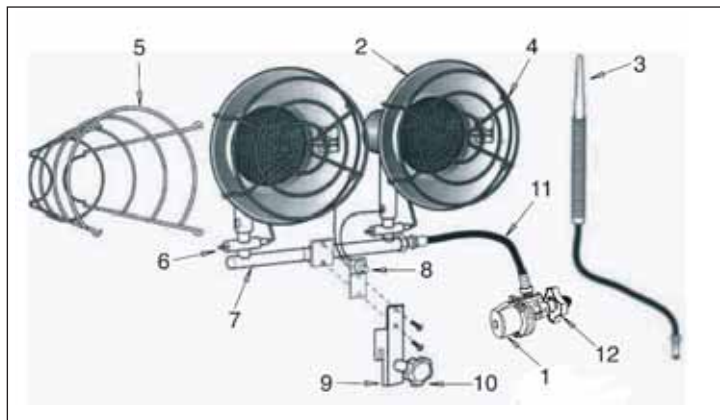

рис.1. Названия частей нагревателя
2.1. Нагреватель (рис.1.) состоит из регулятора подачи газа (1), гибкого шланга (11), газопровода (7), автоматического клапана (6), термопары (3) и камеры сгорания (2). Подача газа в камеру сгорания контролируется регулятором (1), с помощью которого можно менять мощность нагревателя. Газ, поступающий по гибкому шлангу, проходит через автоматический клапан, далее, поднимаясь по газопроводу, смешивается с воздухом, поступающим через боковое отверстие в газопроводе, и образует топливную смесь. Топливная смесь сгорает в камере сгорания, вследствие чего, камера сгорания, разогреваясь, начинает излучать инфракрасные волны и нагревать окружающие предметы.